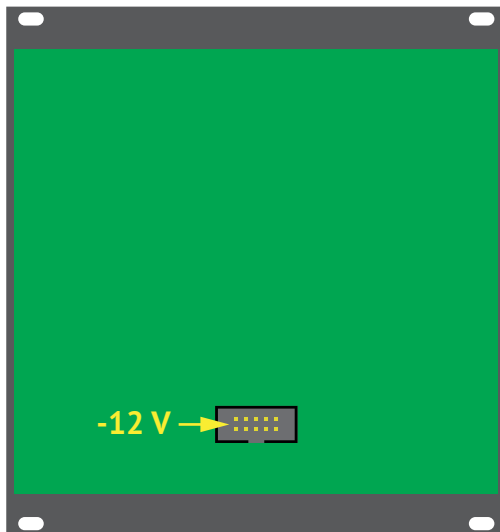

Abbildung 1: twinCussion Rückseite mit Anschluss
2. Stecke den 10-poligen Pfostenverbinder des mitgelieferten Flachbandkabels auf die dafür vorgesehene Stiftleiste am twinCussion. (Siehe "*Abbildung 1: twinCussion Rückseite mit Anschluss*" auf Seite 5).